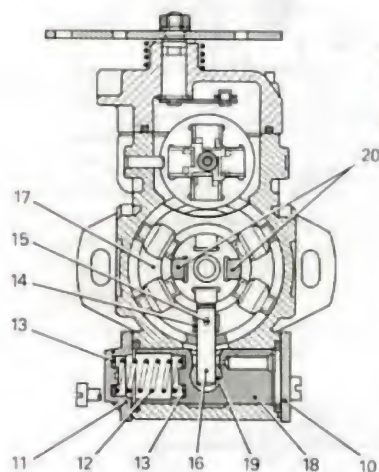

Fig. 10.
- Enlever les plaques d'obturation (10 et 11), récupérer le ressort d'avance (12) et les rondelles de compensation (13) (2).
- Extraire l'agrafe (14) et la goupille d'arrêt (15) de l'axe de liaison. A l'aide d'une pince à becs fins, dégager l'axe de liaison (16) du piston d'avance en le poussant vers le centre du plateau à galets (17), les griffes (20) de l'arbre d'entraînement étant positionnées selon la figure 10.
(1) Sur véhicules Volkswagen GOLF.
(2) Une rondelle de 0,6 mm d'épaisseur est située dans la partie évidée du piston (fig. 10).
(3) Ne pas réutiliser les tampons amortisseurs.